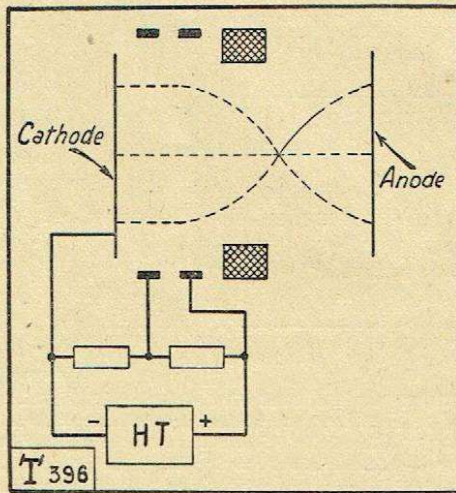

Fig. 6. — Lentille courte. Champ statique avant la lentille.
- 4° Nous pouvons également utiliser une lentille courte (électrostatique ou magnétique placée entre cathode et anode) (fig. 6). Nous nous arrangeons pour obtenir un champ uniforme entre la surface sensible et la lentille. Henneberg a calculé pour ce cas un rayon de cercle.